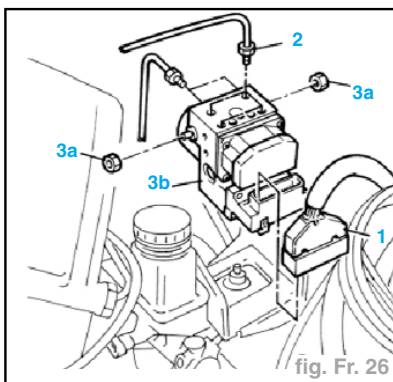

fig. Fr. 26
- Débrancher le connecteur multiple de la centrale hydraulique et électronique du système ABS (1) (fig. Fr. 26).
- Brancher le connecteur multiple de la centrale hydraulique et électronique (1) (fig. Fr. 26).